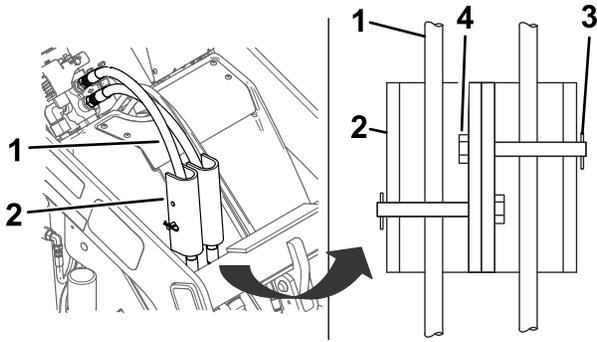

Рисунок 26
- Поместите замки гидроцилиндров на шланги и закрепите их шплинтуемыми штифтами и шплинтами (Рисунок 26).